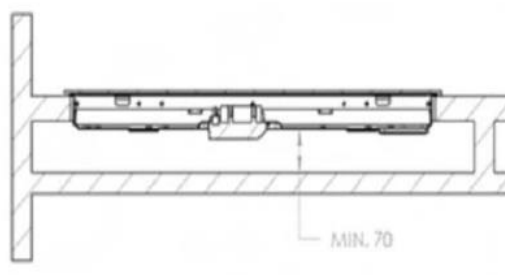

Рис. 12
- Прикосновение к нижней части работающей варочной поверхности может вызвать ожоги, поэтому в кухонной мебели необходимо предусмотреть деревянную вставку с креплением на винты на расстоянии не менее 70 мм от нижней части варочной поверхности (см. рис. 12).